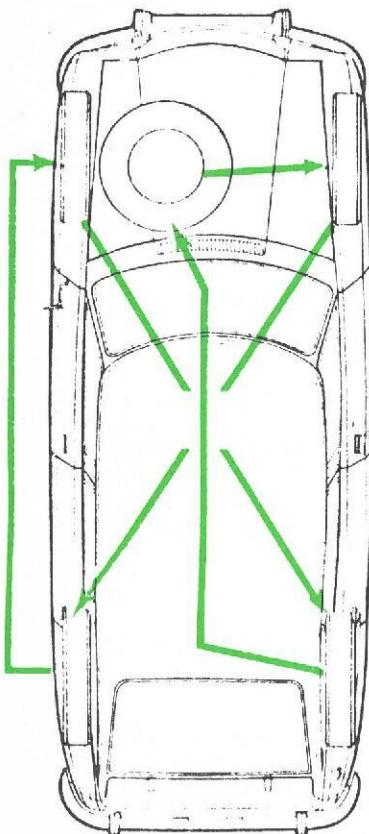

Fig. 26 - Krydsskiftning
Fig. 26 bis – Oliemålepind
- Ved efterfyldningen må maxi-mærket på oliepinden ikke overstiges. Afstanden mellem de to kontrolhak svarer til ca. 0,5 liter (fig. 26 bis)